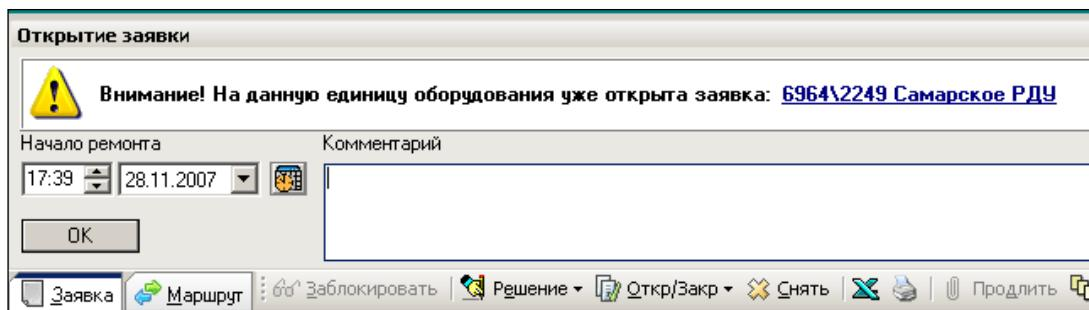

Рисунок 16.6 – Предупреждение при открытии заявки
- «*При открытии заявки проверять наличие открытых заявок на то же оборудование*». При установке данного флага во время открытия заявки будет проводиться проверка на наличие уже имеющихся открытых заявок на текущую единицу оборудования. Если уже имеются открытые заявки на тоже оборудование (состояние заявки – «Открытая»), то появится предупреждение (Рисунок 16.6).